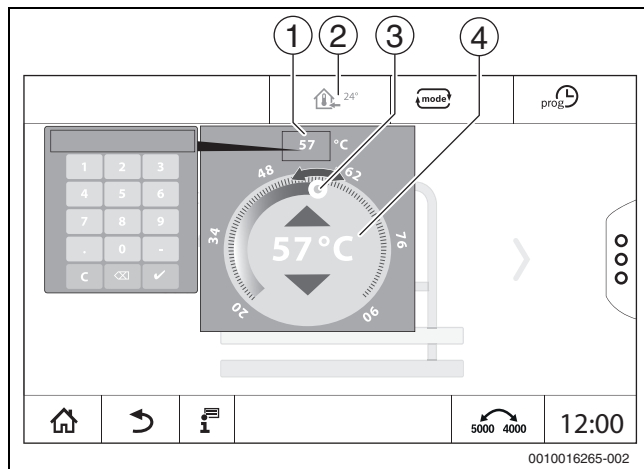

Bild 21 Temperatur einstellen (Beispiel)
- ▶ Temperatursymbol (→ Bild 21, [2]) antippen.
- ▶ Kreisförmigen Schieber (→ Bild 21, [3]) antippen, halten und auf die gewünschte Temperatur ziehen.
- ▶ Temperaturanzeige (→ Bild 21, [1]) antippen und über das sich öffnende Zahlenfeld die Temperatur eingeben.